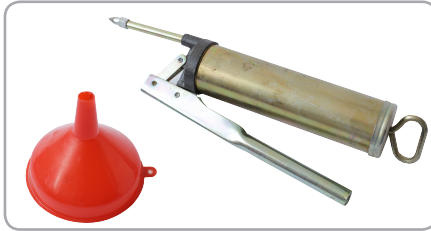

Fig.4
- Palnie (Fig.4)
- Decalimetru (Fig.4)